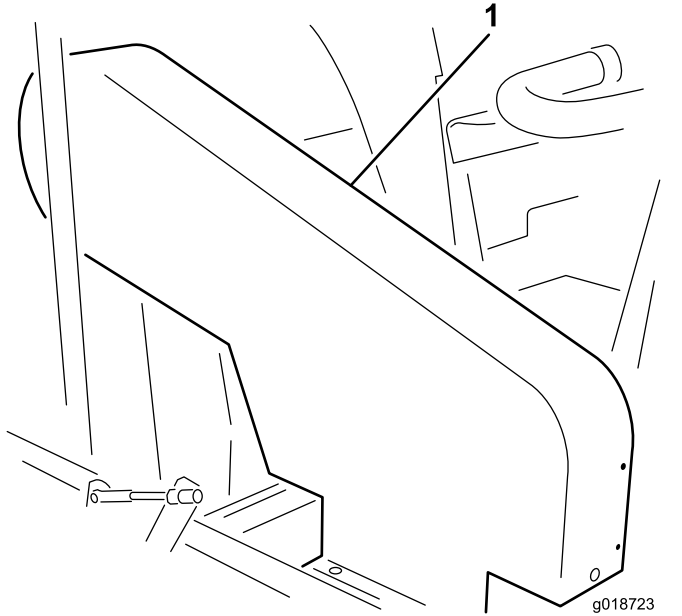

図 19
注 ベルトの張りの点検は、上部ベルトガード 図 19を外さずに行えます。このベルトガードを取り外す必要がある場合には、ガードをフレームに固定しているボルト、ワッシャ、ナット各4を外してください。マシンは、必ずガード類を取り付けた状態で運転すること。
インペラプリーとクラッチプリー間の中ほど部分で、ベルトを18-22 N 1.8-2.3 kg = 4-5 lbs程度の力で指で押して点検します。ベルトのたわみが1.3 cmあれば適正です。たわみの量が適正でない場合は手順2へ進みます インペラ駆動ベルトの調整 \(ページ 23\)。たわみが適正である場合には、そのまま使用を継続できます 図 19。
ジャッキシャフトとクラッチプリー間の中ほど部分で、ベルトを18-22 N 1.8-2.3 kg = 4-5 lbs程度の力で指で押して点検します。ベルトのたわみが6 mmあれば適正とする。たわみの量が適正でない場合は ジャッキシャフトベルトの調整 \(ページ 23\)を参照してください。たわみが適正である場合には、そのまま使用を継続できます 図 19。
1. 上部シュラウドをフレームに固定しているボルト、ワッシャ、ナット各4を外す 図 19。